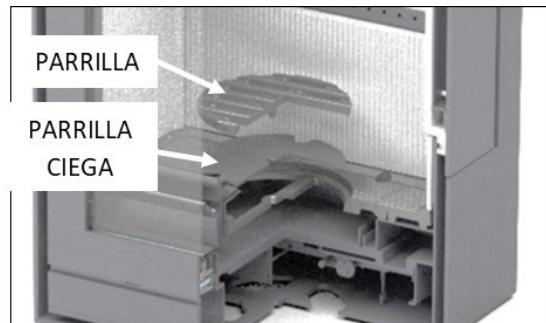

Fig. 14
**Importante:** En el caso de un mal tiro y/o de brasas insuficientes, se aconseja fuertemente dejar un poco de aire por la parte de abajo para permitirle a su aparato de calefacción alcanzar su régimen de funcionamiento normal (a veces más de una hora). Según modelo, su estufa puede presentar una parrilla ciega que se localiza debajo de la parrilla (Fig. 14). En caso de mal tiro o de uso con carbón retire la parrilla ciega. Según modelo (TQ33, TQH13), su estufa requiere de una chapa corta tiro (Fig. 15) necesaria para obtener los resultados acreditados por el laboratorio Oficial que ha ensayado este producto. Para retirar la chapa corta tiro es necesario antes quitar el revestimiento interior. Retire la chapa corta tiro levantándola y girándola 90 grados y vuelva a colocar las piezas interiores en su lugar. Ver apartado "Instalación revestimiento interior".
Vaciar el cenicero cuando el aparato no esté funcionando. Para quitar las cenizas, hágalas caer del brasero al cenicero a través de la parrilla con la herramienta proporcionada. Si dispone de parrilla ciega (Fig. 14), debe retirar ambas parrillas para facilitar la limpieza.